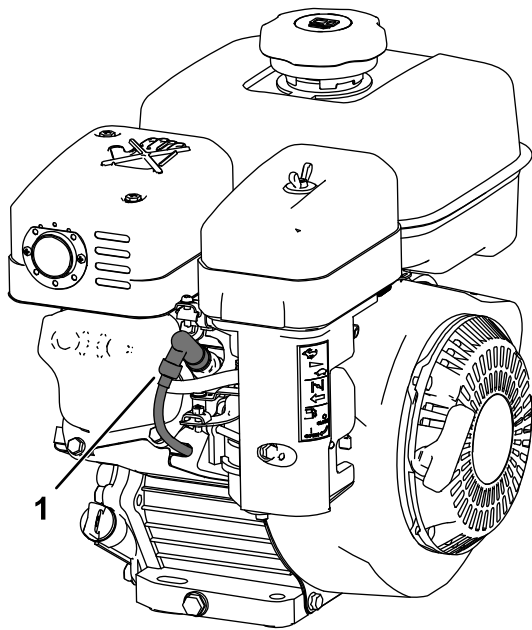

Figura 5
5. Desconecte el cable de la bujía (Figura 5).